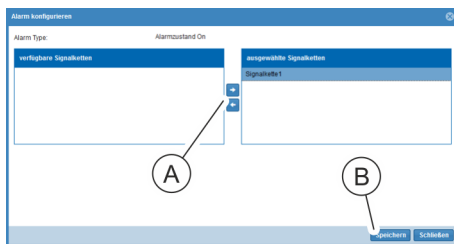

Abb. 135: Fenster "Alarm konfigurieren"
8. Im Fenster "Alarm konfigurieren" eine Signalkette auswählen und über die Schaltfläche „→“ (Abb. 135/A) ins Feld „ausgewählte Signalketten“ schieben. Auswahl über die Schaltfläche „Speichern“ (Abb. 135/B) bestätigen.